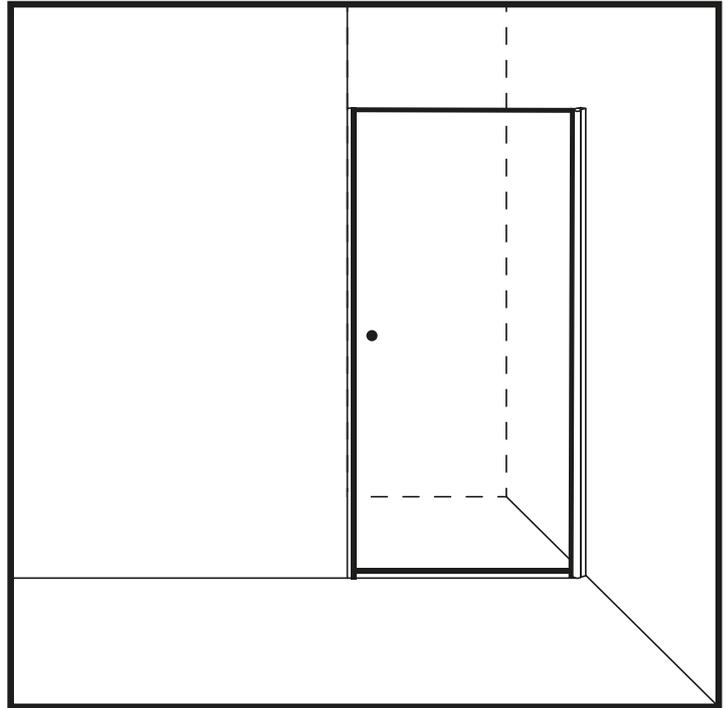

Abbildung 10
18. Entfernen Sie die Blöcke unter dem Glas. (Abbildung 10)